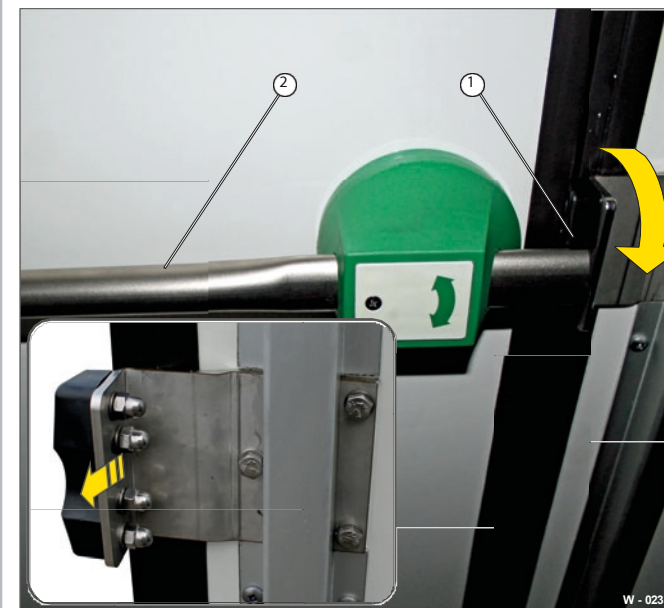

Fig. 9 Ponto de bloqueio
- ▶ Verificar se o ponto de bloqueio / batente de avanço (Fig. 9/1) está desgastado.